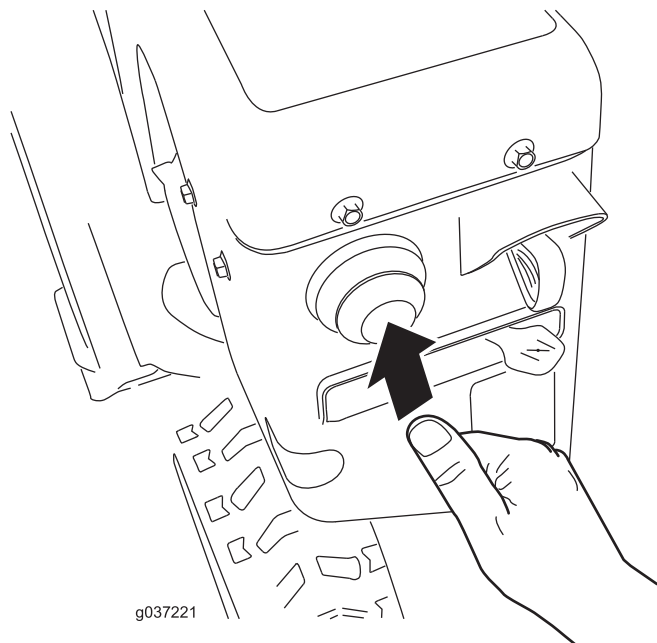

Figure 22
4. Appuyez fermement sur l'amorceur avec le pouce comme indiqué dans le tableau ci-dessous, en marquant une pause d'une seconde chaque fois (Figure 22).